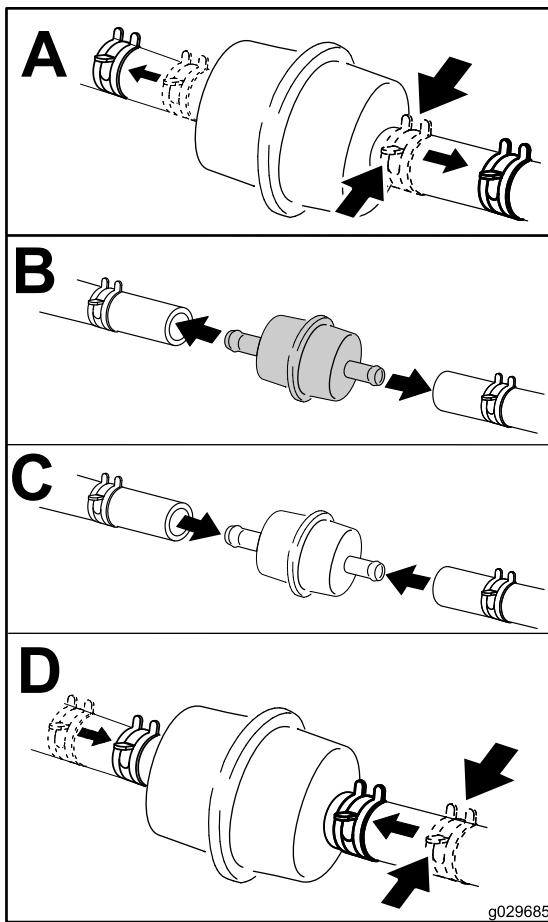

Bild 42
4. Stellen Sie einen sauberen Behälter unter den Kraftstofffilter und tauschen Sie den Kraftstofffilter aus, wie in Bild 42 abgebildet.